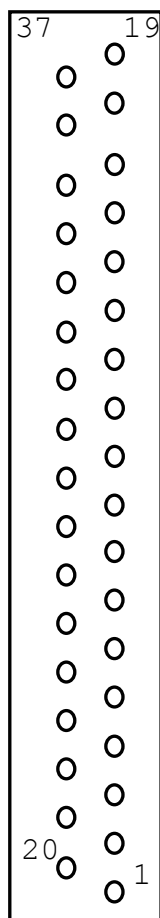

Рис.18
10.1.2. Для соединения с платой PIO32 на плате используются 37-ти контактный разъём типа CANON, рис.18. Разводка разъёма приведена в табл.11.